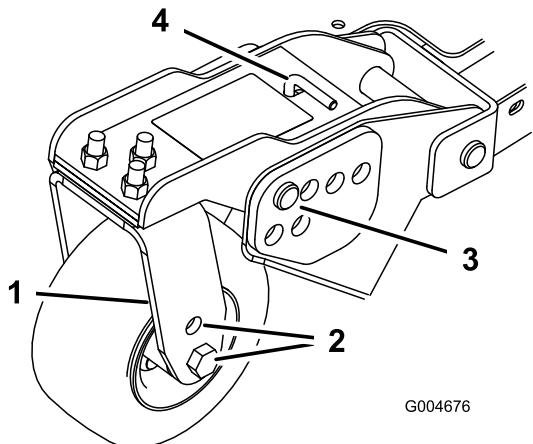
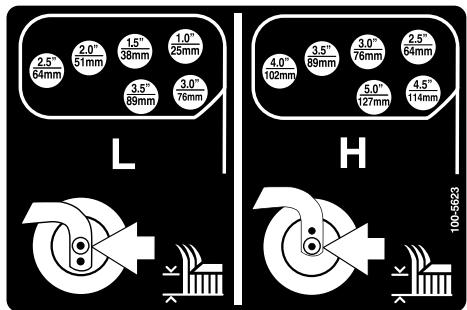

Figura 21
Figura 22
1. Coloque os eixos da roda giratória nos mesmos orifícios em todas as forquilhas da roda giratória (Figura 19 e Figura 21).
- Retire o contrapino tipo grampo e os pinos de segurança dos braços articulados da roda giratória (Figura 21).
- Rode a barra tensora para levantar ou descer o braço articulado, até os orifícios se encontrarem alinhados com os orifícios da altura de corte desejados, na estrutura da plataforma do cortador (Figura 21 e Figura 22).